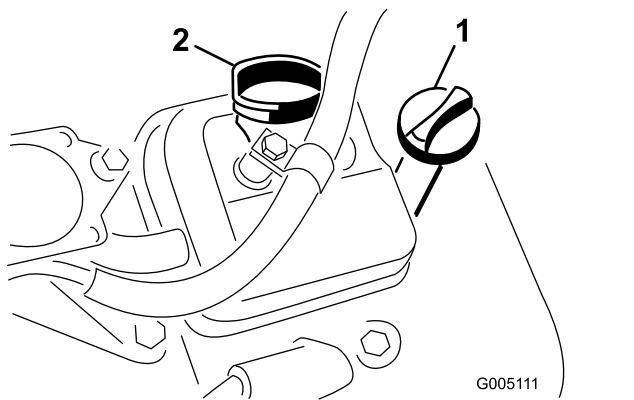

図 27
3. ディップスティックを、チューブの根元までもう一度しっかりと差し込む 図 27。